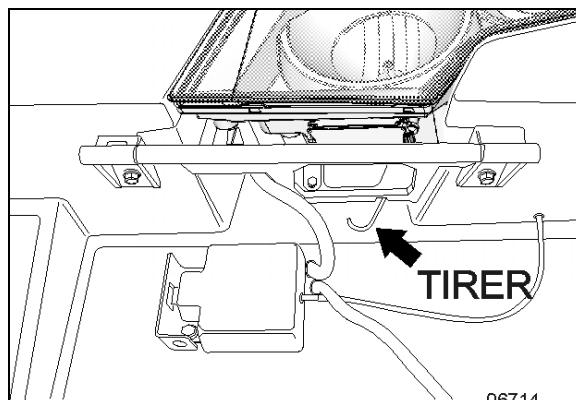

FIGURE 77 : BASCULER LE MODULE D'ÉCLAIRAGE AVANT
3. Tirer sur la tige illustrée sur la FIGURE 77 pour faire pivoter le phare.